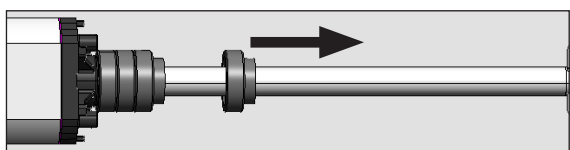

Fig.25
4. Retire todos los espaciadores, si estuvieran presentes (Fig. 25).